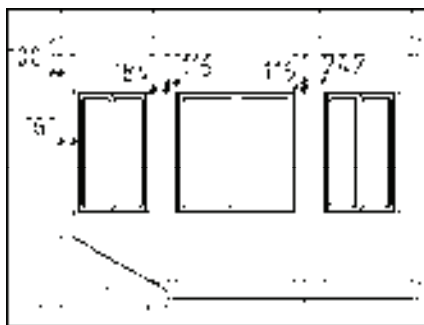

图 13-181 偏移结果
7) 调用“直线”命令，绘制直线；调用“偏移”命令，偏移直线，结果如图 13-181 所示。